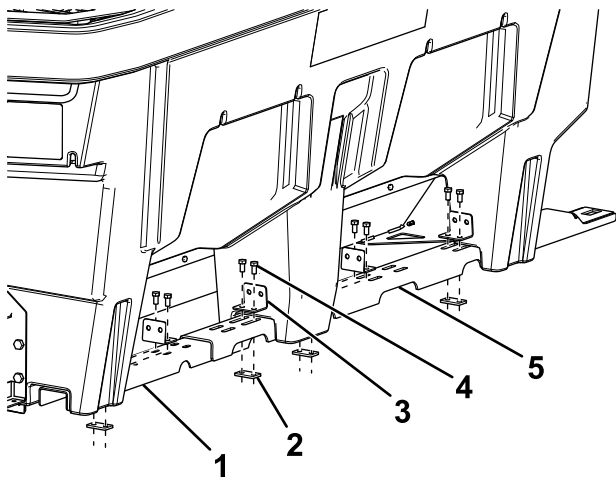

Figure 3
7. Glissez les longerons longs et courts sous les pieds de l'épandeur (Figure 3). Si vous montez le kit sur un épandeur VBX 6500, vous n'avez pas besoin des longerons courts.
8. Avec 16 boulons (3/8 po) et 8 plaque taraudées, fixez légèrement les 8 supports en L aux longerons près de chacun des pieds de l'épandeur (Figure 3). Si vous montez le kit sur un VBX 6500, utilisez 6 supports en L, 12 boulons (3/8 po) et 6 plaques taraudées.